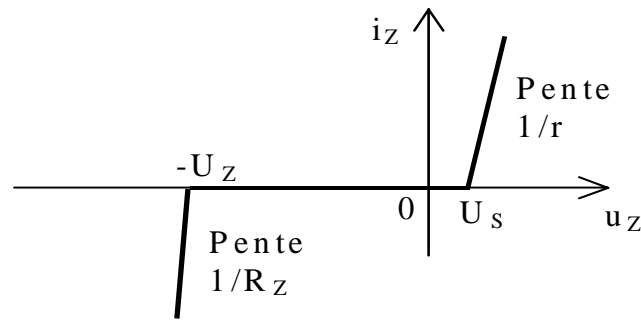

**Figure 56**
12. Dans le schéma de la Figure 56, on demande d'esquisser le tracé des tensions données par les sondes figurant sur le schéma. Il n'est pas demandé de poser et encore moins de résoudre l'équation différentielle permettant de donner la forme d'onde exacte des tensions demandées. Quelle sonde donne la tension aux bornes du récepteur RL et quelle sonde donne l'image du courant qui traverse le dipôle RL ?